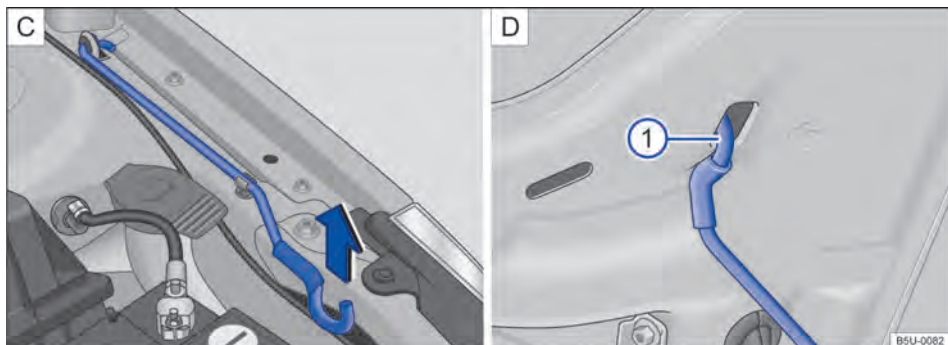

Fig. 202 [C] Haste de sustentação da tampa do compartimento do motor. [D] Tampa do compartimento do motor apoiada na haste de sustentação.
- Retirar a haste de sustentação do suporte no sentido da seta → Fig. 202 [C] e posicioná-la na abertura na tampa do compartimento do motor → Fig. 202 ① [D].
- Retirar a haste de sustentação do furo → Fig. 202 ① [D] e encaixá-la no suporte do fecho → Fig. 202 [C].